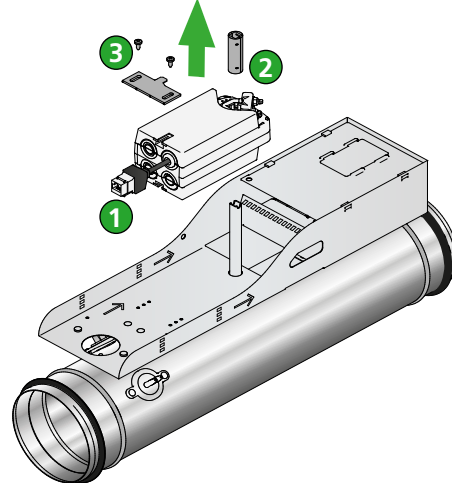

Figur 23. Ved spjeldmodus "Normally closed" skal spjeldet være lukket ved montering av fjærtilbakestillingsmotor. Akselklemmen er da vendt som vist ovenfor.
3. Sørg for at akselklemme på motor er montert i henhold til en av utførelsene i figur 23 eller 24.